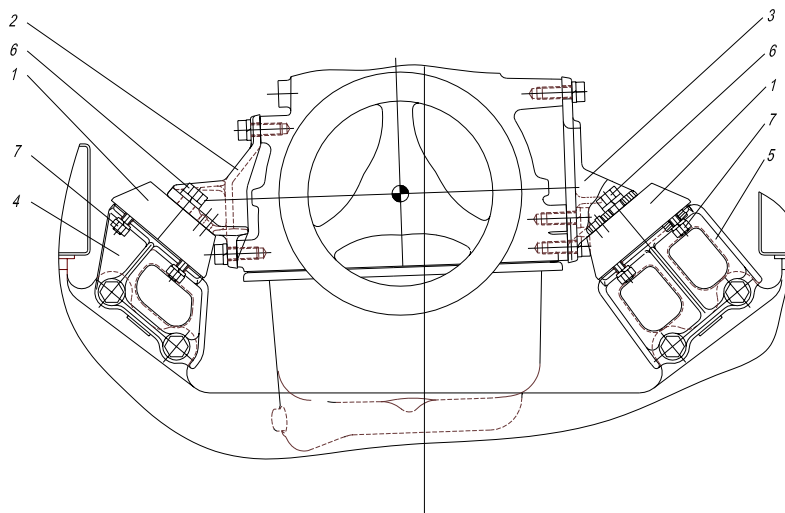

Рис.74. Передняя подвеска силового агрегата.
- (1) Установить переднюю подушку на кронштейн, закреплённый на поперечине так, чтобы фиксирующие штифты на верхней арматуре находились ниже резьбового отверстия. (Рис.74).
- (2) Установить и затянуть гайки с пружинными шайбами на болтах передней подушки двигателя.
- (3) Опустить двигатель.
- (4) Вставить и затянуть верхний болт крепления передней опоры к кронштейну двигателя.
- (5) Опустить автомобиль.